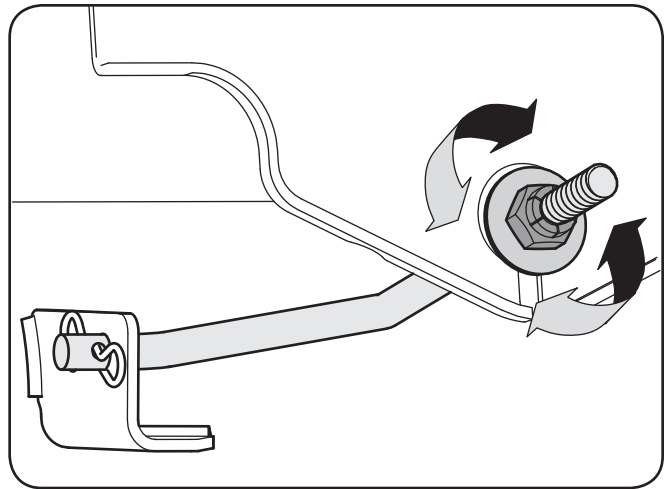

Figure 6-5
3. Repérez l'écrou sur l'avant du support de stabilisation. Voir la Fig. 6-5.